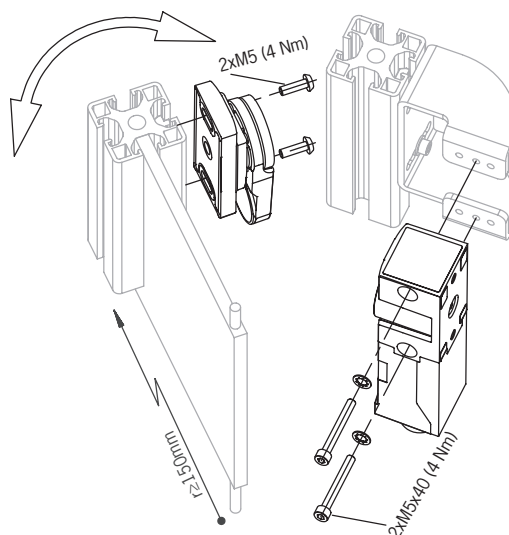

Bild 2: Montagebeispiel
- › Beachten Sie die min. Türradien (siehe *Bild 2: Montagebeispiel auf Seite 10*).